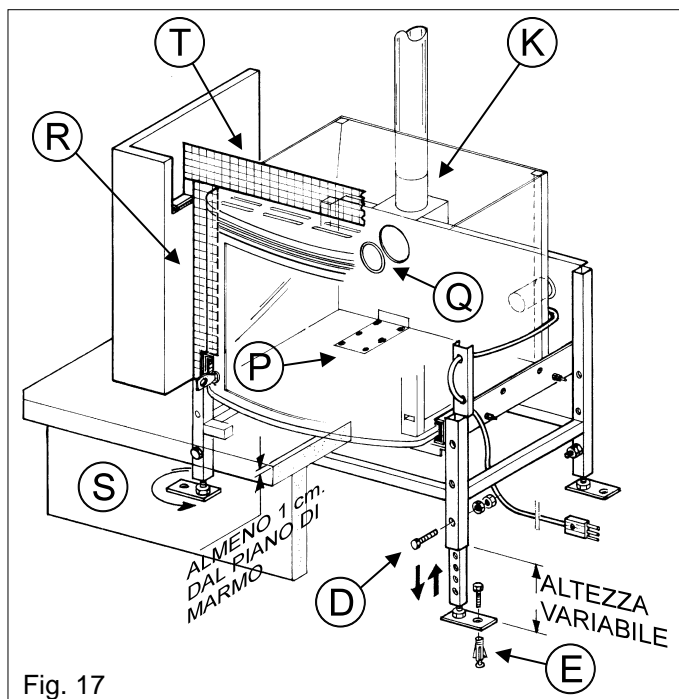

Fig. 17
- spina presa di corrente (M)
- attacco posteriore verticale di scarico fumi (K) Ø80 mm
- portello di ispezione e pulizia scarico fumi (P)
- guarnizione circolare sul ventilatore scarico fumi (Q)
- cornici laterali (R) e superiore (T) di adattamento al rivestimento
- 2) Agire sugli appositi bulloni (D) posti sui montanti esterni del telaio per variare l'altezza della stufa. Fig.17
- 5) Fissare i piedini (E) del basamento con robusti tasselli ad espansione in acciaio Ø 8 mm. Fig. 17